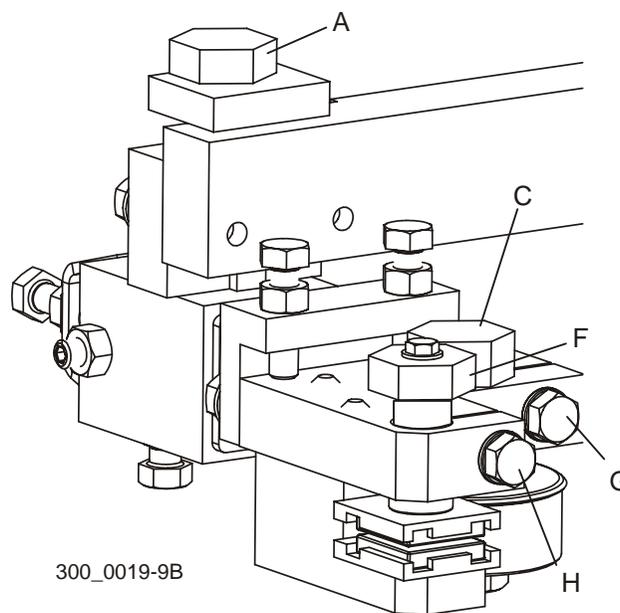

FIGURA 3-54
Vea la Figura 3-54. Guías de bloque opcionales: Ajuste las guíasierra para aserrado. Gire el perno del rodillo de guíasierra (C) para mover el rodillo hasta que esté entre 1/16" y 1/8" del borde trasero de la hoja de sierra y apriete el perno de sujeción (G). Gire el perno del conjunto de guíasierra (A) en el sentido de las agujas del reloj para subir el bloque de guía inferior hasta **0,008" - 0,010" de la parte inferior de la hoja de sierra (utilice la cuña suministrada para establecer la distancia)**. Gire el perno del bloque de guía superior (F) en el sentido de las agujas del reloj para mover el bloque superior hacia abajo hasta **0,008" - 0,010" de la parte superior de la** hoja de sierra. Apriete el perno de sujeción (H). Repita este paso para el otro conjunto de guíasierra.